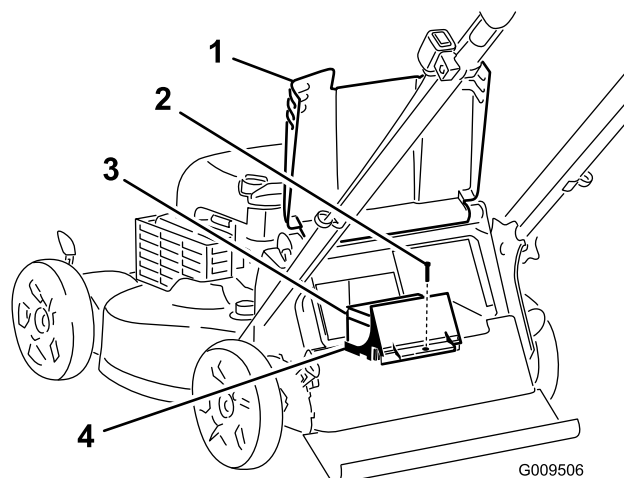

Figura 27
1. Sollevate il deflettore posteriore e individuate il vano batteria (Figura 27).